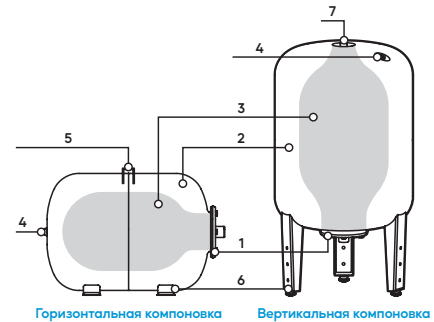

Рисунок 1
4.1 Основные детали (рисунок 1):